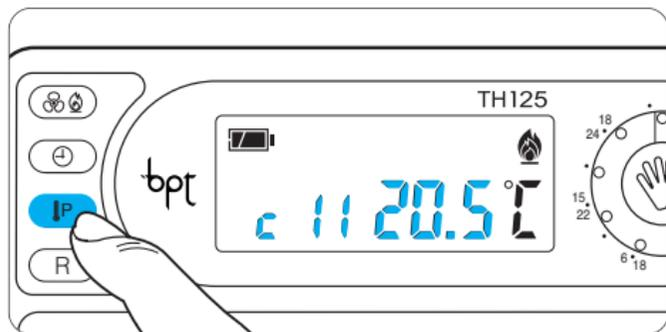

Fig. 42
13.1 - Premere il pulsante IP (fig. 42).